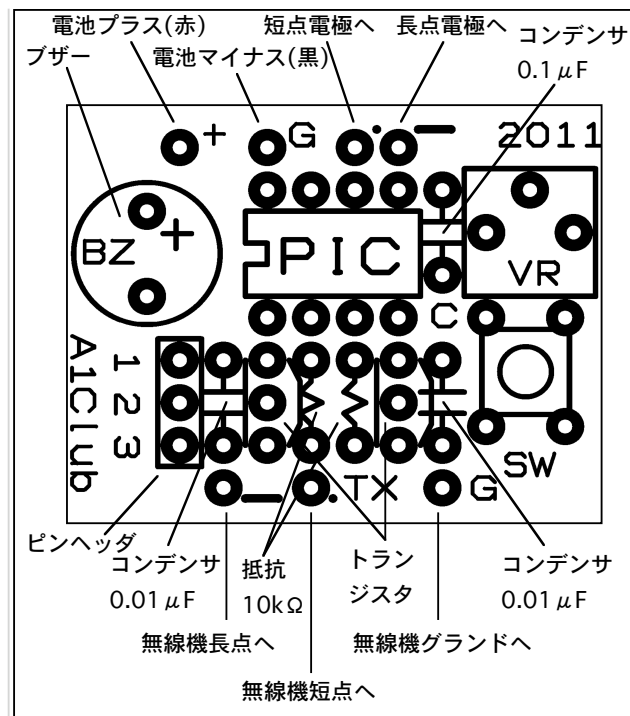

図1. プリント基板拡大図(部品面から見た図)
(2)実装 図1のプリント基板拡大図を参考に、背の低い部品から実装してください。ただし、SWとコンデンサおよびトランジスタは少し干渉するので、SW、コンデンサ、トランジスタの順に実装してください。基板スペースの都合上、抵抗やコンデンサ、トランジスタの部品番号が印刷されておられません。抵抗とコンデンサに極性はありませんが、トランジスタは、図1の様に基板を置いた場合、左側に平らな面がくるように、部品を挿入してください。ICソケットは、左下が1番ピンになるように、ブザーは上側にプラス(+)がくるように配置してください。